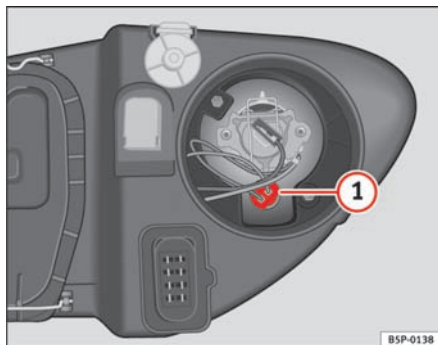

Fig. 192 Positionsllys
- Tag fatningen ⇒ fig. 192 **1** ud.